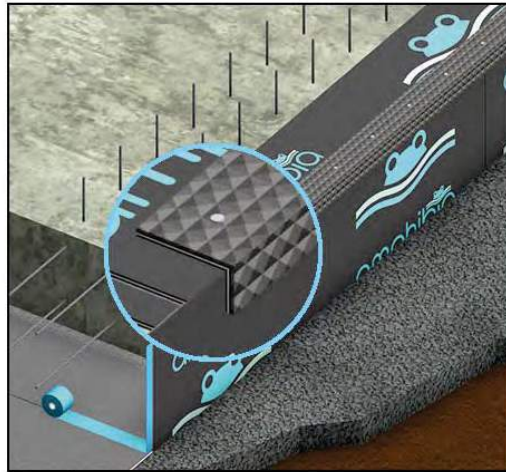

FIG. 3
- **PRE-GETTO (VOR-GUSS: Für zu erstellendes Mauerwerk über der Erde, das in Verschalungen gegossen wird):** eine Schicht AMPHIBIA 3000 auf den Fundamentsockel bis zur Außengrenze der zu erstellenden Betonwand hin verteilen und eine Verbindung mit dem eventuell von der Sohle kommenden AMPHIBIA 3000 GRIP herstellen, unter Verwendung des spezifischen Winkelprofils AMPHIBIA PRESSURE CORNER 90° (Abb. 3).